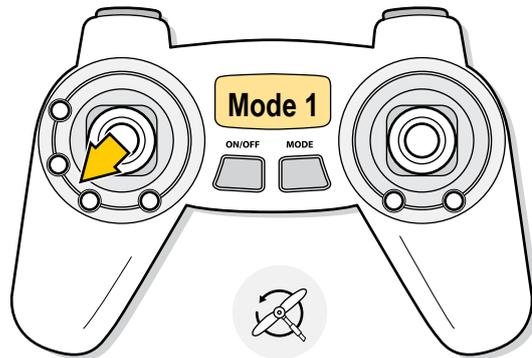

Abb. 26
1. Starten Sie die Motoren, indem Sie den HÖHENRUDER/SEITENRUDER Steuerhebel behutsam diagonal in die linke, untere Ecke bewegen (siehe [Abb. 26]). Halten Sie diese Position, bis die Motoren starten. Unter Umständen müssen Sie den Hebel leicht bewegen, bis Sie die richtige Position finden.